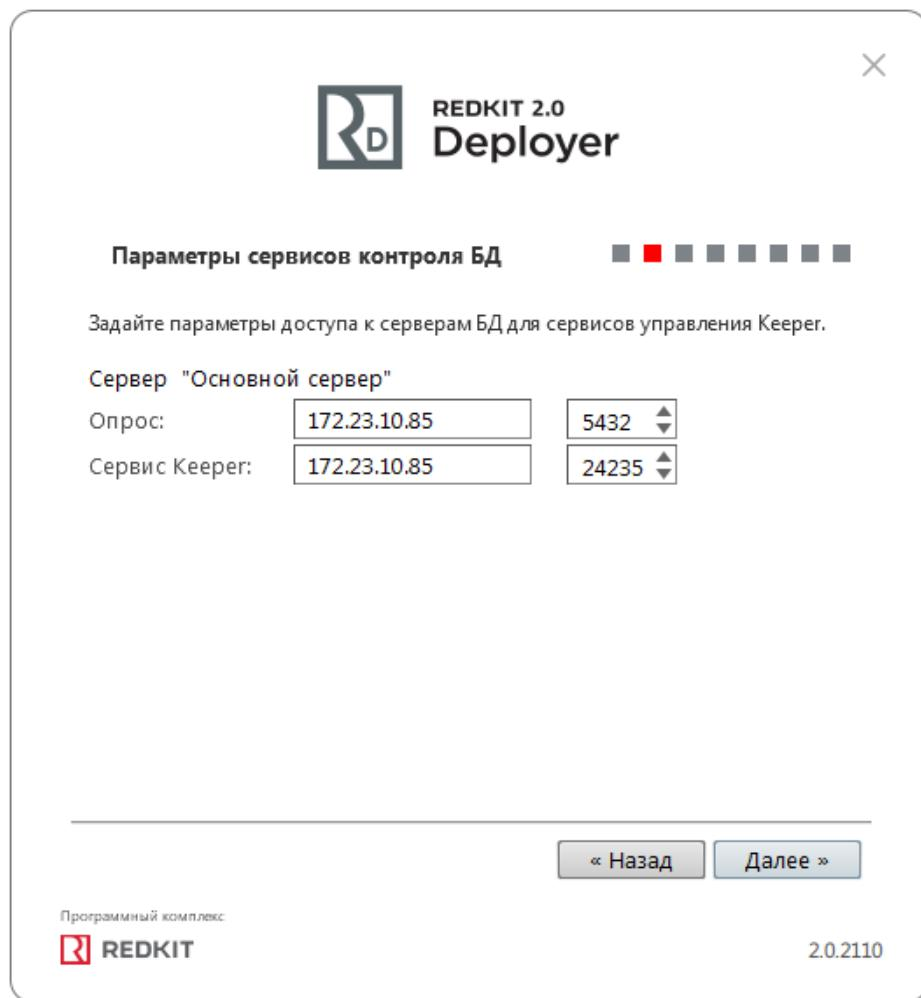

Рисунок 70 - Параметры сервисов контроля БД
8. Оставьте параметры сервисов контроля БД по умолчанию и нажмите "Далее" (Рисунок 70).